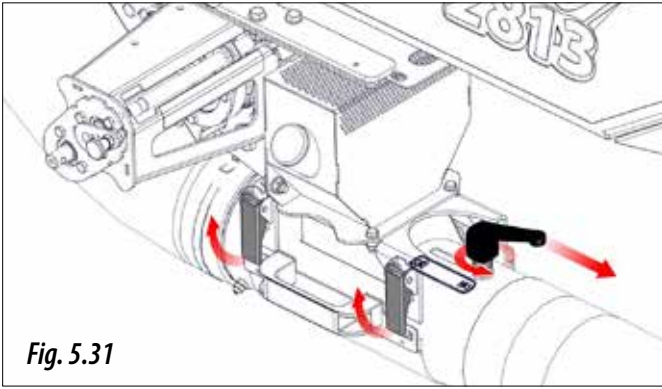

Fig. 5.31
- 4.A.2- Abrir la tapa del inyector venturi, para ello deberá actuar sobre los dos cierres rápidos y desplazar la maneta de calibración a la posición "NO" (Fig. 5.31).